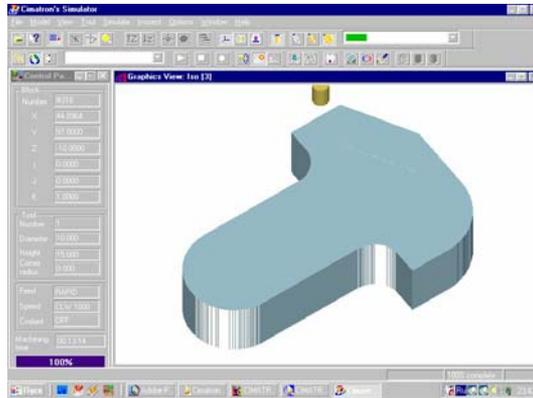

Рисунок 51
39. Подготавливаем среду для обработки (рис.51).